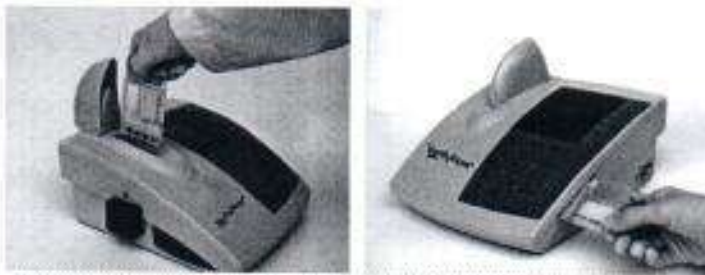

Figura 4-5 Remover dispositivo
- Abra la cubierta. Remueva el dispositivo de EQC y guárdelo nuevamente en el compartimiento de almacenamiento (Figura 4-5). Cierre la cubierta.